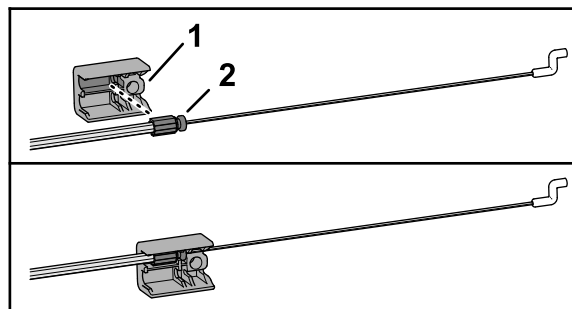

Figura 9
1. Introduceți fittingul de la capătul mantalei cablului în mufa superioară a fittingului barei de ghidare (Figura 9).